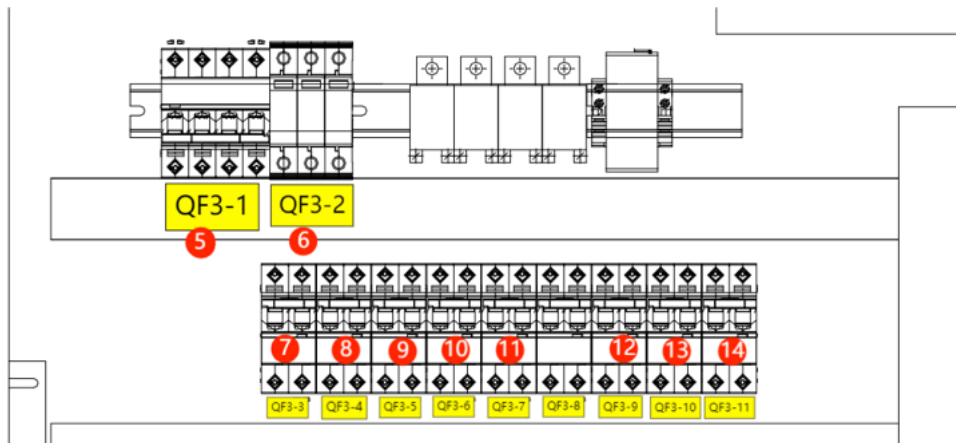

Abbildung 6-1-7: Einschalten der Leistungsschalter
Schritt 4: Schalten Sie den Hilfsstromschalter des Elektroraums ein und schalten Sie anschliessend nacheinander die Schalter ⑤ bis ⑭ ein (Abbildung 6-1-7). Die Systemanzeige POWER (gelb) leuchtet auf (Abbildung 6-4) und das Messgerät (Abbildung 6-5) zeigt Spannung, Strom und weitere relevante Werte an. Die Zuordnung der einzelnen Schalter finden Sie in Abschnitt 5.11 „Beschreibung der elektrischen Schalter“.